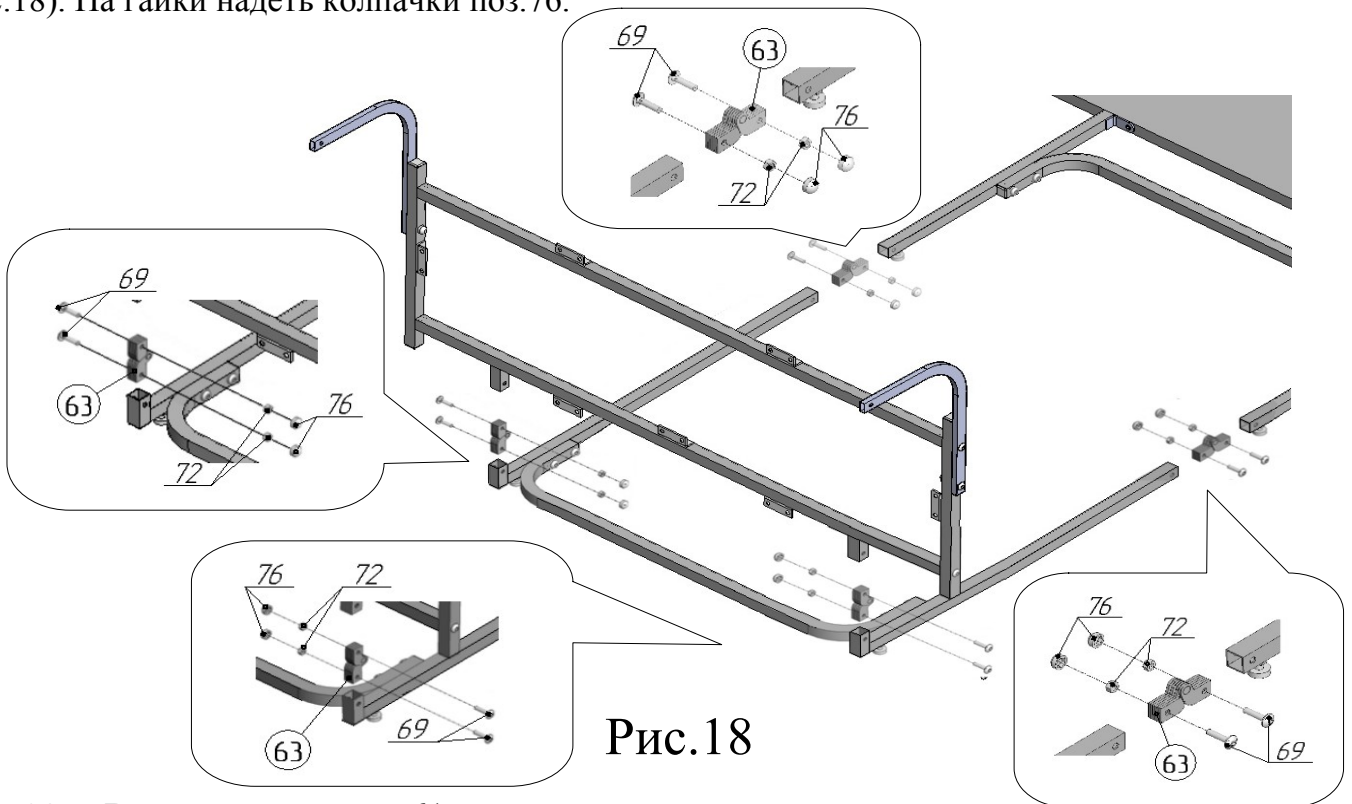

Рис.18
22. Соединить узлы, собранные в пунктах 19, 20, 21 друг с другом, используя шарниры с заклёпкой поз.63, Винт М6х25 поз.69, гайку М6 со стопорным кольцом поз.72 (рис.18). На гайки надеть колпачки поз.76.